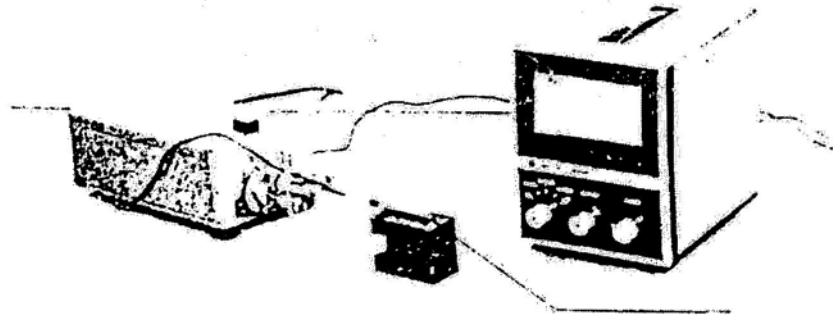

Figure 30
b) **Mesure de la rugosité** (figure 30)